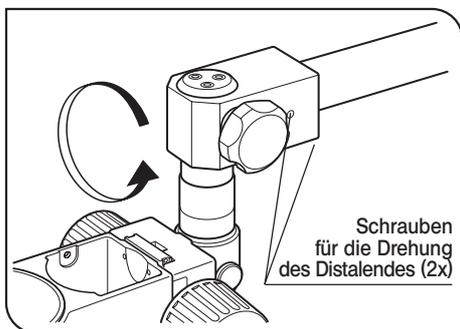

Abb. 9
5. Um das Distalende des horizontalen Arms im Verhältnis zum Arm zu drehen, die beiden Schrauben am Distalende mit dem mitgelieferten Sechskant-Steckschlüssel lösen. (Abb. 9)